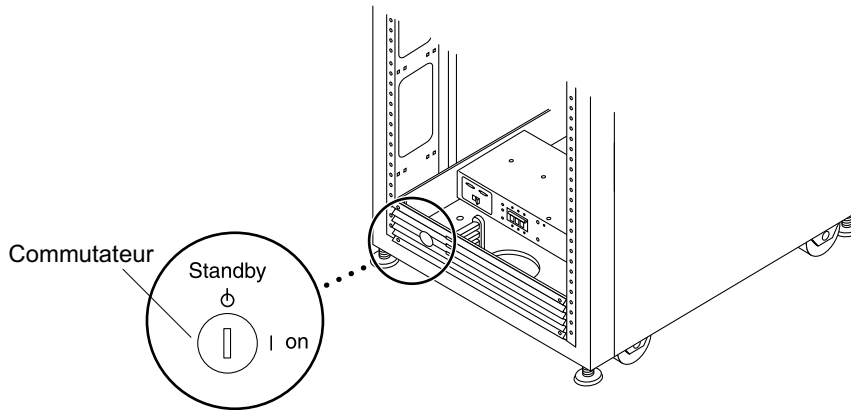

FIGURE 4-1 Emplacement du commutateur au bas du panneau avant
1. Vérifiez que le commutateur situé sur le panneau inférieur avant du système de stockage est en position Veille (Standby) (FIGURE 4-1).
- 2. Mettez le commutateur situé à l'avant de(s) système(s) de stockage en position Veille (Standby) (FIGURE 4-1).**